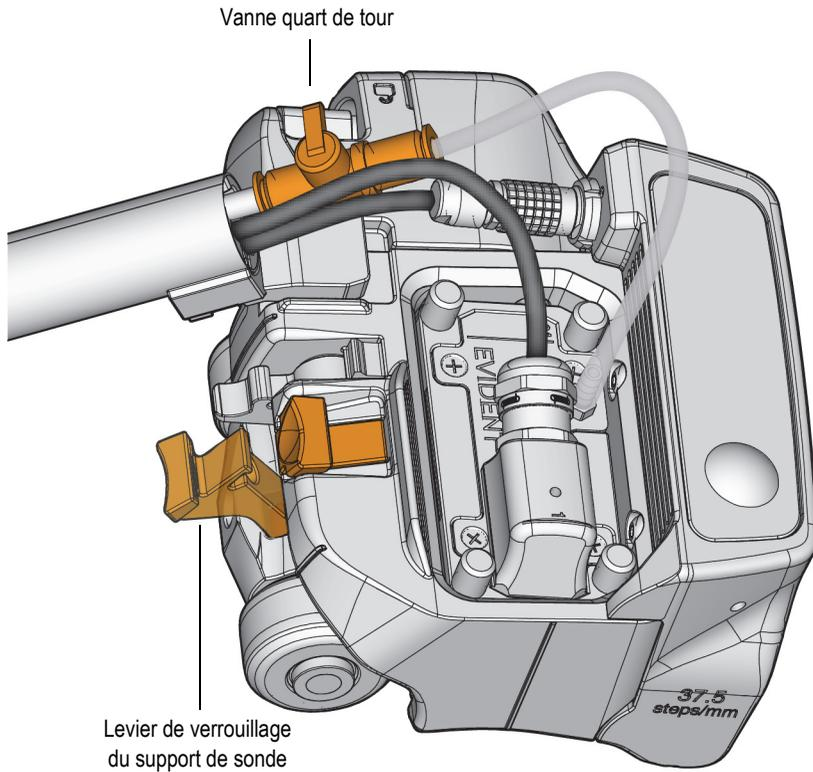

Figure 4-3 Vanne quart de tour et levier de verrouillage
3. Ouvrez la vanne quart de tour (Figure 4-3 à la page 66).